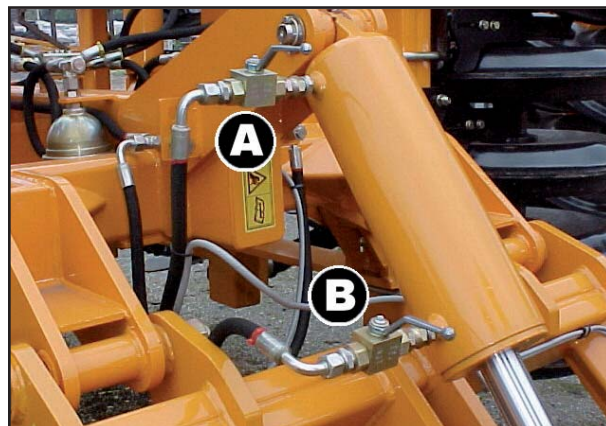

Figure 2.01 : Vérin d'essieu arrière
1. Vérifiez que les robinets du vérin d'essieu arrière (figure 2.01, robinets A et B) sont en position ouverte (c'est-à-dire alignés sur le sens du débit).
1. Ouvrez les robinets d'essieu (figure 2.01, robinets A et B).